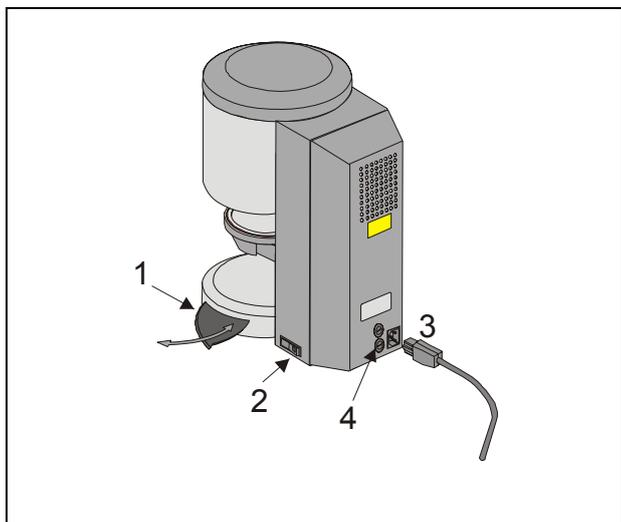

Fig. 1
- Conectar la bomba de de vacío (Fig. 1)
- Conectar el aparato a la tensión de la red con el cable de conexión a la red suministrado (Fig. 1). Usar como cable de conexión un cable de alimentación para aparatos calientes tipo HO5RR-F 3G1,0 mm2. Evitar la conexión con prolongación a las cajas de distribución. Existe peligro de incendio en caso de sobrecarga.
Al no usarse el aparato, el ascensor debiera de desplazarse a la cámara de cocción y el aparato debiera estar desconectado con el interruptor principal (vea la Fig. 1, punto 2). Cerrar la cámara de cocción protege el aislamiento e impide la toma de humedad.